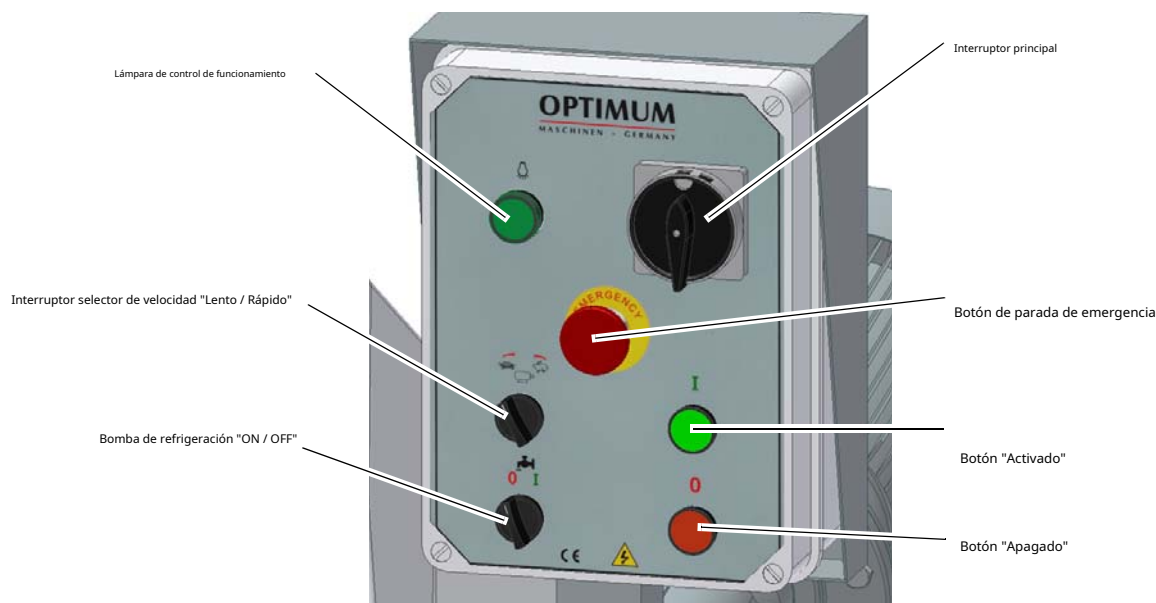

Fig.4-2: Panel de control en la sierra de cinta para metal
- „Fig.4-2: Panel de control en la sierra de cinta para metal“ en la página 30